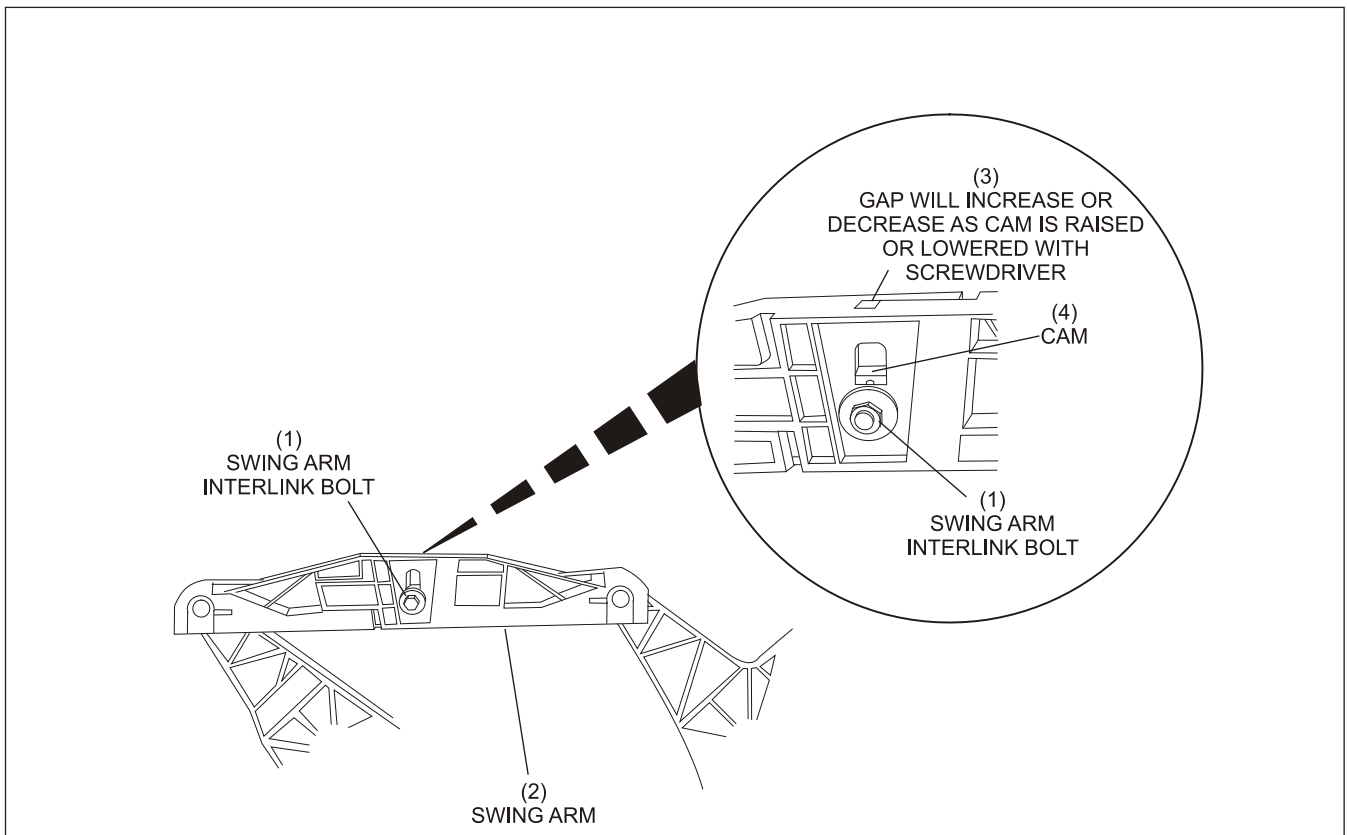

Abbildung 5-40. Einstellen der Schwenkarme
2. Lockern Sie den Schwenkarm-Zwischengliedbolzen vom Arm, um die Position des Schwenkarms einzustellen. Siehe *Abbildung 5-40*.